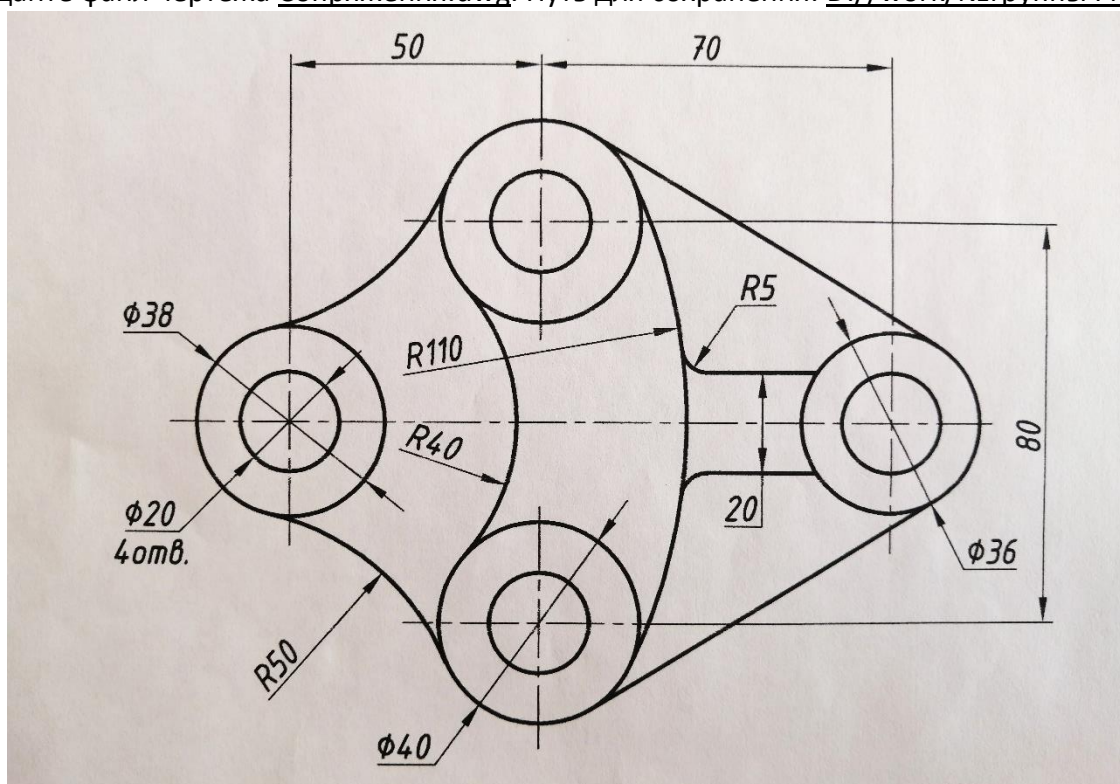

Рисунок 1 – Сопряжения
6. Отредактируйте радиусы внешних окружностей блока В и Г с учетом задания (см. рисунок 1 и 5). Для этого выделите по очереди окружности и зайдите правой кнопкой мыши в **Быстрые свойства** объекта или вызовите все свойства окружности клавиатурной комбинацией **Ctrl+1**, где измените радиус внешней окружности блока В с 20 на 19 мм, а блока Г - с 20 на 18 мм.